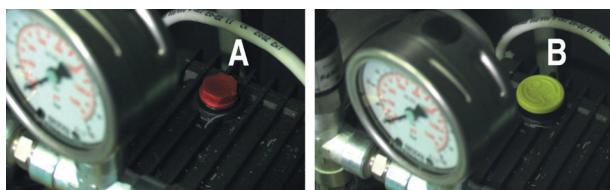

Fig. 2.a
- Byt ut det ÖVRE oljelocket (fig. 2.a, A), som endast ska användas för transporten, mot LOCKET MED AVLFTNINGSHÅL (fig. 2.a, B) som ska användas vid normal drift.